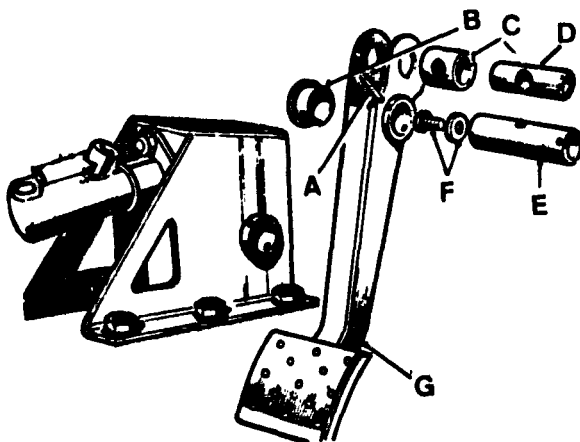

Fig. B-17 Pedal del embrague desmontado
- 1.3. Con un botador se extraerá el fiador (Fig. B-17) del eje y, luego éste y el pedal, en unión de la articulación, manguito separador y casquillo, piezas que podrán separarse si fuese necesario.
- a) Si se han montado casquillos del eje nuevo, B (Fig. B-17) se rectificarán a un diámetro de $15,87 \pm 0,02$ mm.
- b) Antes de montar el conjunto del pedal en el salpicadero, se rellenará con aceite SAE-20 el eje del pedal E (Fig. B-17), montando a continuación el tapón y la junta F.